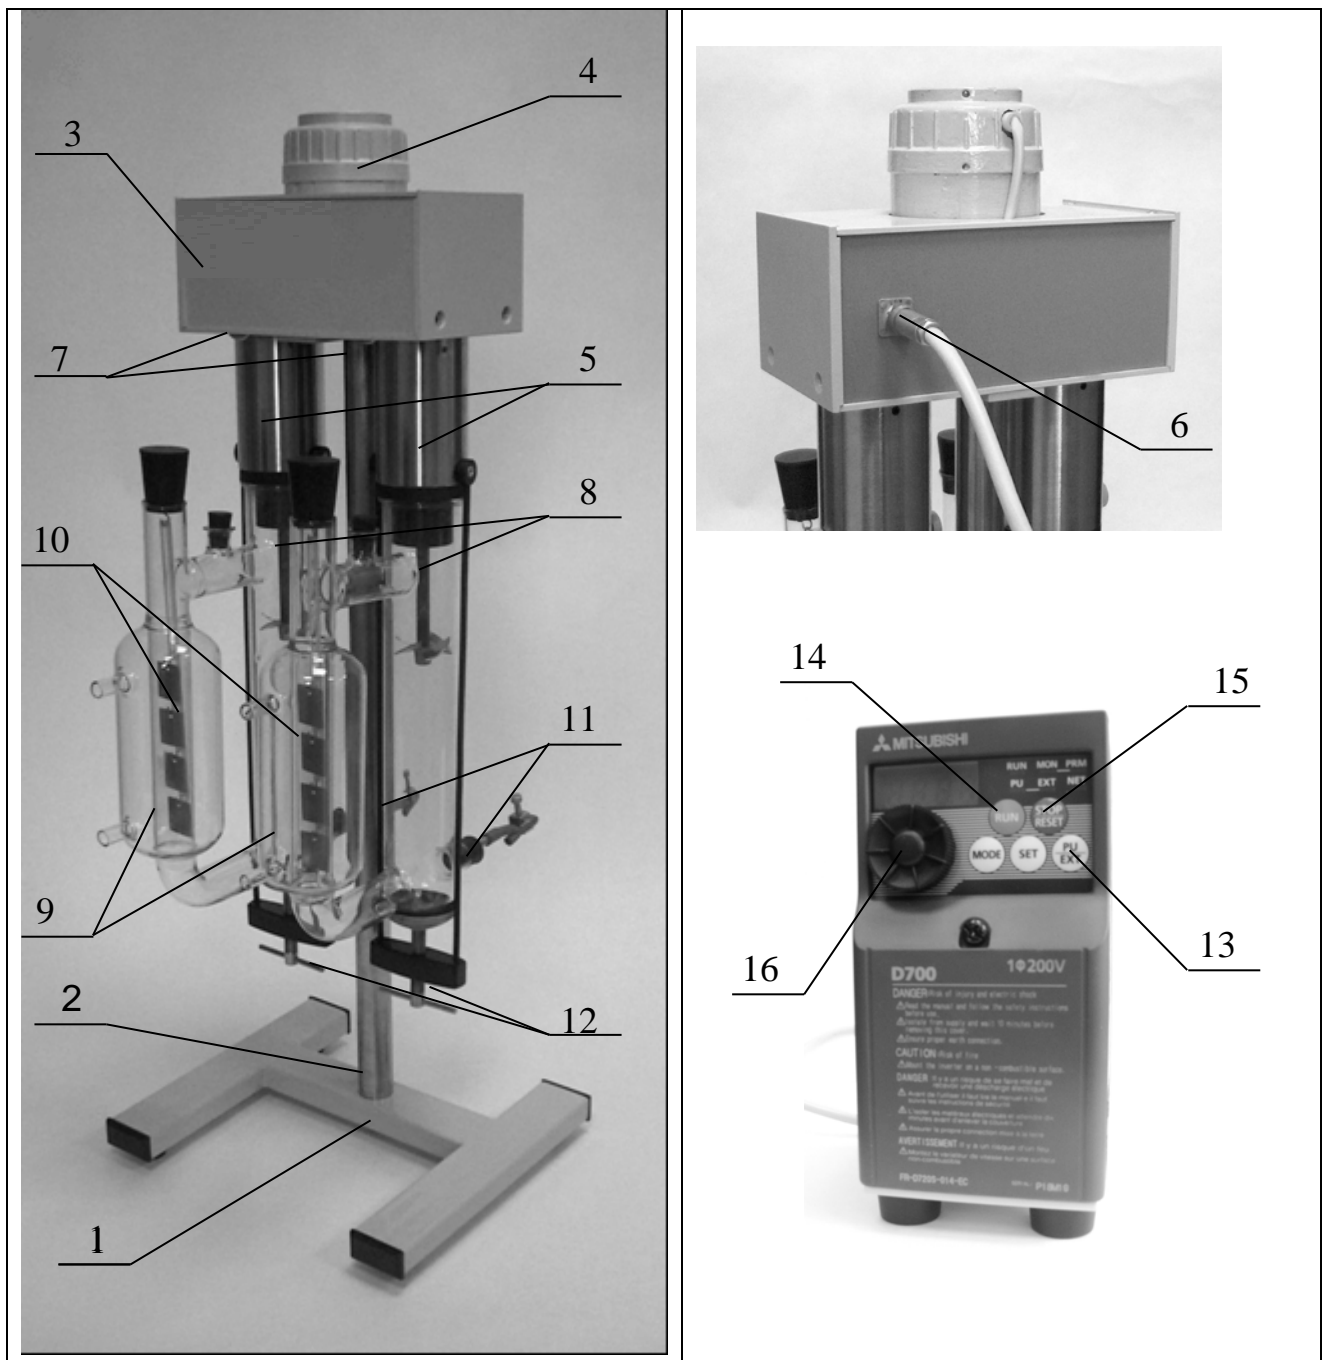

Рис. 1
4.1.2. Конструкция установки представлена на Рис. 1.
6.2 Закрепить на установке U-образные ячейки 10, зафиксировав их поджимными винтами 12 (Рис. 1).
При подключении прорезь кабельной розетки на шнуре совместить с ключом на гнезде (поз. 6, Рис. 1)